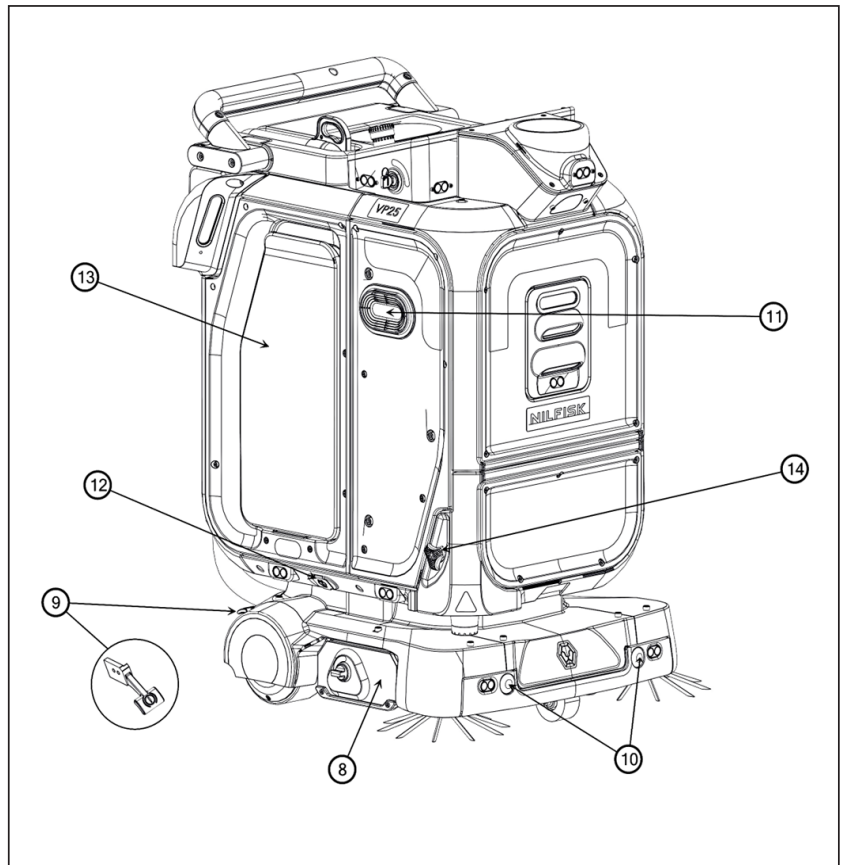

Abbildung 2
1. Öffnen Sie die Knöpfe der Frontplatte (14) (Abb. 2).
1. Lösen (anheben) Sie die Sicherheitshebel (9) (Abb. 2).
5. Stellen Sie sicher, dass die Tankklappe (13) (Abb. 2) geschlossen ist.